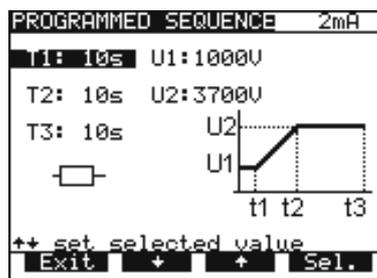

Fig. 12. La minuterie T1 est sélectionnée, changez en utilisant les touches ↑ ↓
- Pour changer les valeurs U et T, appuyer sur la touche U/T. La valeur T2 représente le temps de t1 à t2 et la valeur T3 représente t2 to t3. (fig. 12). Le menu pour sélectionner et changer les valeurs est affiché, voir la figure ci-dessous :